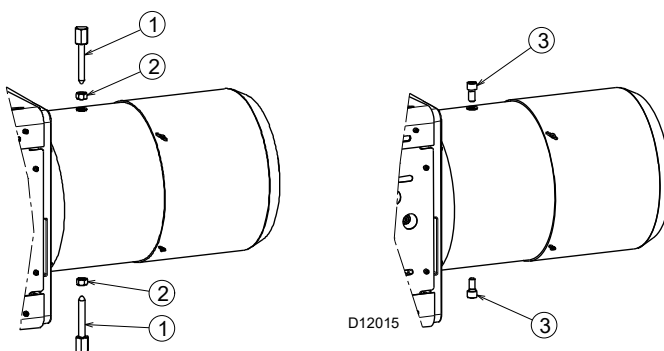

Fig. 14
- Avant de monter le brûleur sur la chaudière, enlever les vis et les écrous 1)-2)(Fig. 14). Les remplacer par les vis 3) M12x16 fournies.